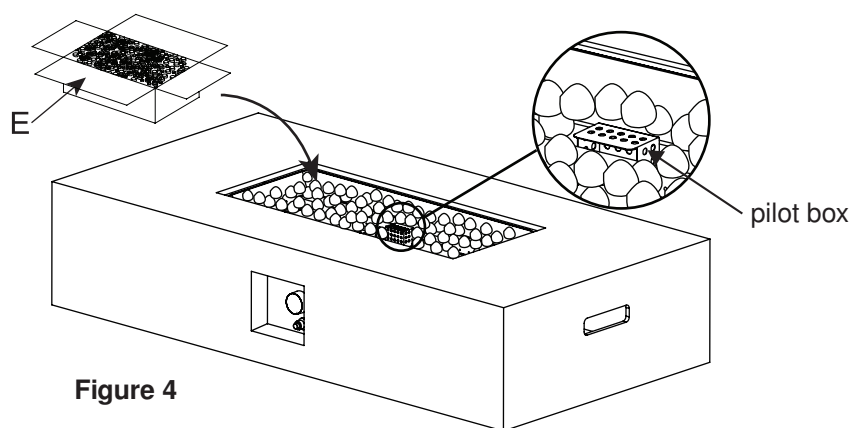

Figure 4
5. Изсипете лавовите камъни (Е) в купата на огнището (В) (виж Figure 4).